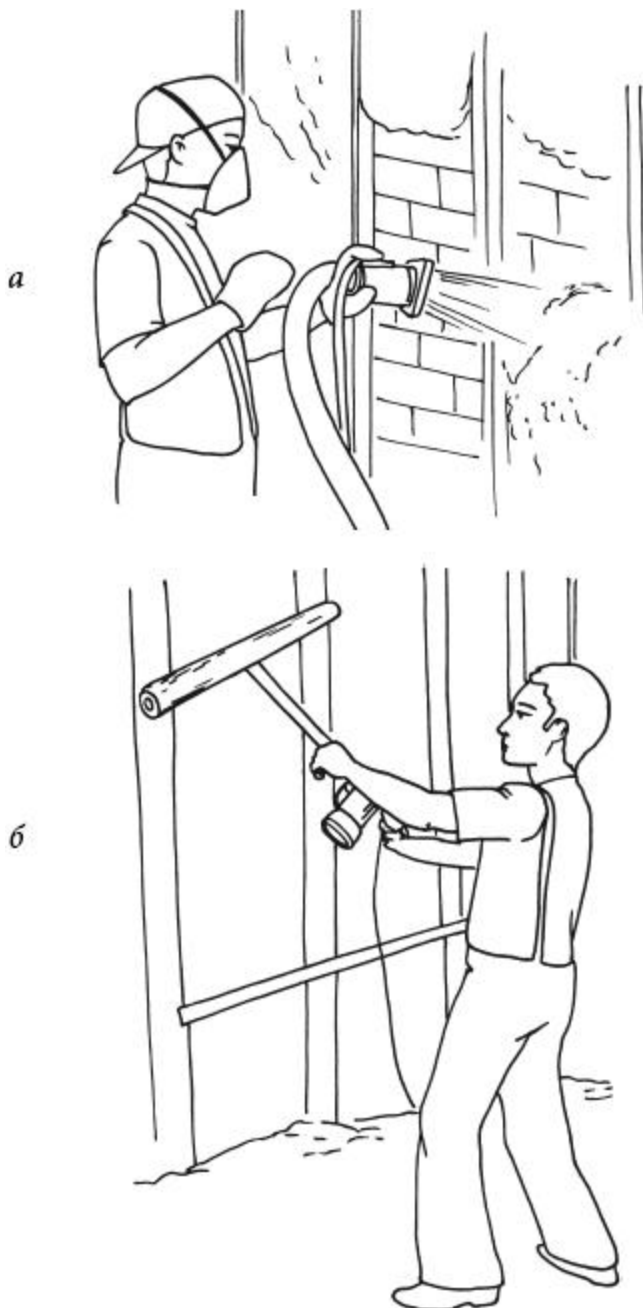

Рис. 20. Устройство теплоизоляционного слоя из эковаты: а) пневмонапыление; б) выравнивание с уплотнением
4. Подготовленную в соответствии с инструкцией смесь наносят на стену путем пневмонапыления по захваткам (полосам между стойками каркаса, рис. 20). В процессе влажного нанесения материал вырабатывает клеящее вещество, поэтому дополнительного крепления к поверхности стены не требуется. Иногда эковату не только увлажняют, но для надежности сцепления с основанием смешивают с клеевым составом перед нанесением на поверхность.